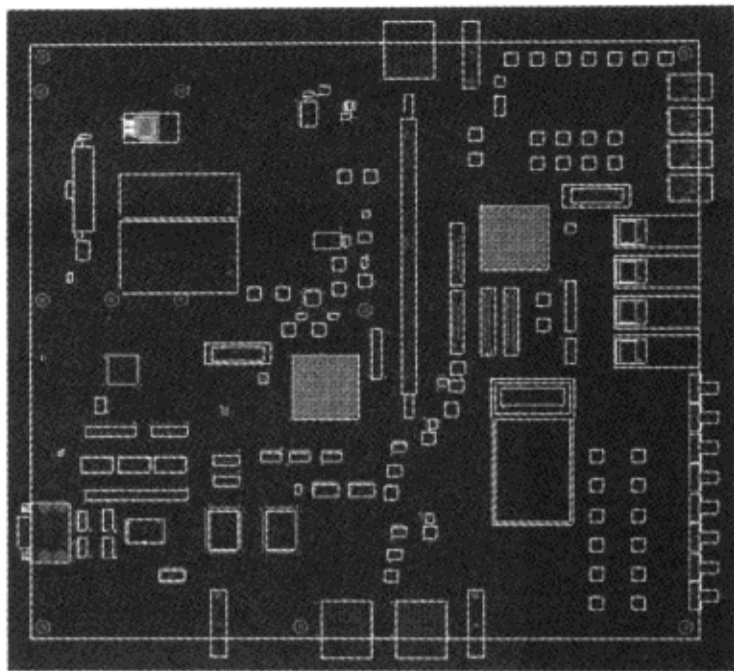

图 2-5-12 预布局电路
(12) 按照同样方法摆放其他元器件（连接器和关键元器件）于板框中，如图 2-5-12 所示。